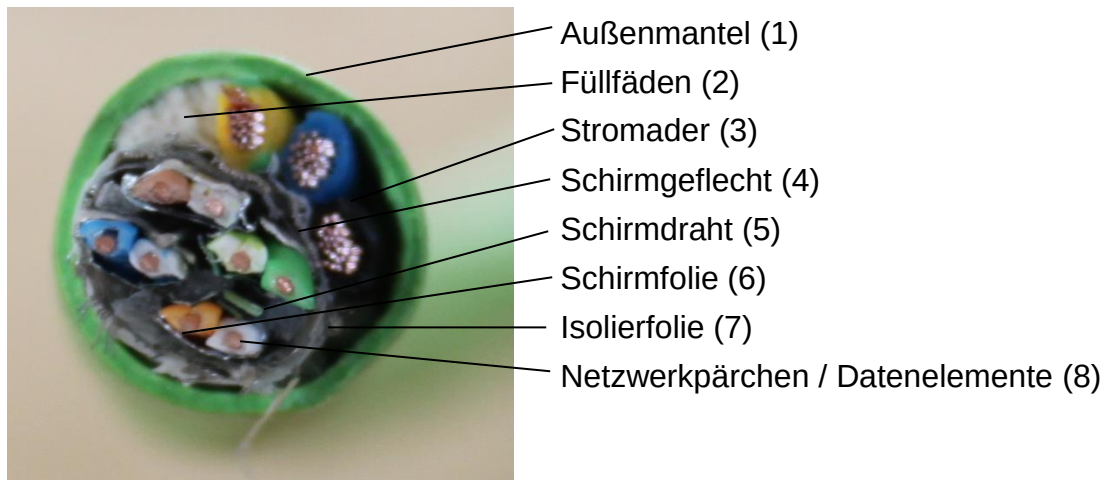

Abb. 2.1 – Kabelquerschnitt
Den grünen Außenmantel (siehe Kapitel 2.1 Abb. 2.1 (1)) über eine Länge von 25 cm absetzen und die Isolierfolie (7) abschneiden. Darauf achten, dass die einzelnen Adern nicht verletzt werden. Die weißen Füllfäden (2) und die Folie um die Netzkabel (6) entfernen, den Schirm vereinzeln. Anschließend den Schirmdraht (5) und das Schirmgeflecht (4) abschneiden und die Folie um die Kabel entfernen. Für die Knetverschraubung müssen die Kabelpäarchen (8) aufgedreht werden.